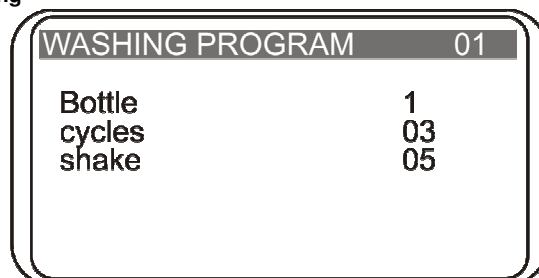

Abb. 7. Meldungen des laufenden Programms
- 4.16. Während des Betriebs wird die Nummer des Waschgangs angezeigt (Abb. 7). Falls die aktuelle Aktion Zeiterfassung hat (Einweichen, Schütteln), wird die verstrichene Zeit angezeigt.